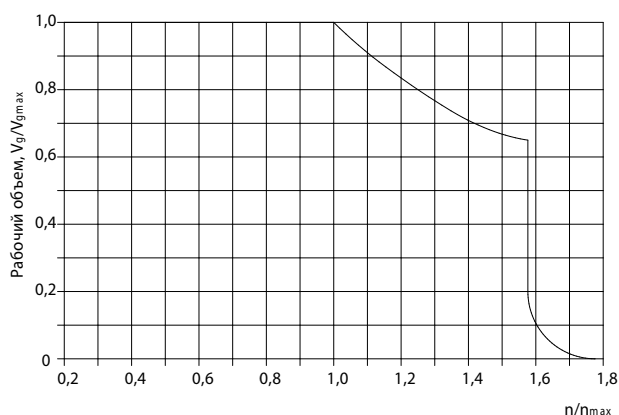

Рисунок 1. Минимальное давление на входе А (В)
4. Гидросистема должна исключать разряжение в рабочих полостях гидромотора более допустимой величины в соответствии с рис.1 на любых режимах.